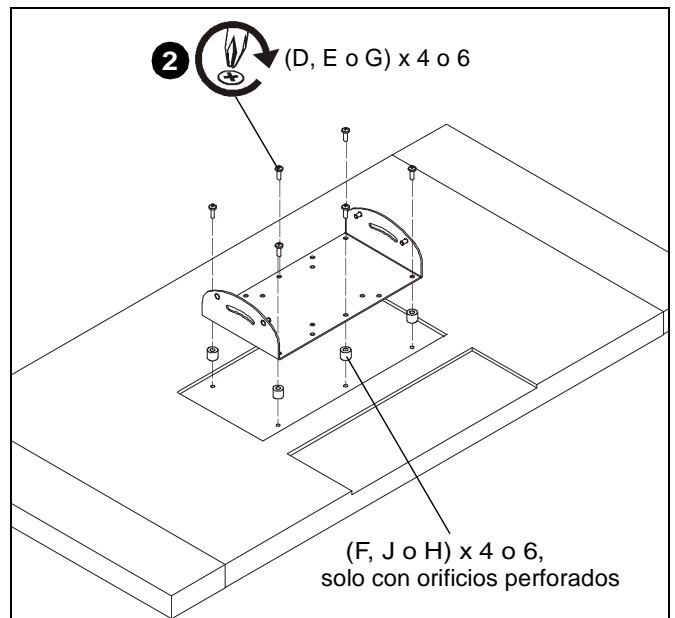

Figura 7
- Determine qué tamaño de tornillo (D, E o G) usará para conectar la placa frontal (Q) a la pantalla. Si los orificios de montaje están perforados, utilice espaciadores con tornillos más largos y/o espaciadores. Use espaciadores de 3 mm (1/8") (J) con tornillos M4 x 12 mm (D), espaciadores de 19 mm (3/4") (H) con tornillos M4 x 30 mm (G) o espaciadores de 9.5 mm (3/8") (F) con tornillos M4 x 20 mm (E).
- Use y seleccione tornillos (D, E o G) y espaciadores (F, J o H, si es necesario) para sujetar la placa frontal (Q) a la parte posterior de la pantalla. (Consulte la Figura 7) Continúe con el Paso 5.